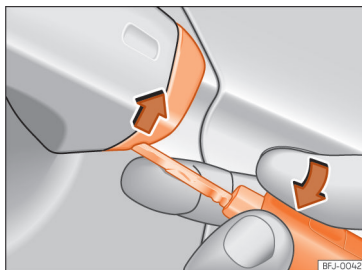

Abb. 81 Fahrertürgriff: Abdeckkappe abhebeln.
- Den Schlüsselbart am Fahrertürgriff in die untere Öffnung der Abdeckkappe stecken » Abb. 81 und die Abdeckkappe von unten nach oben anheben.